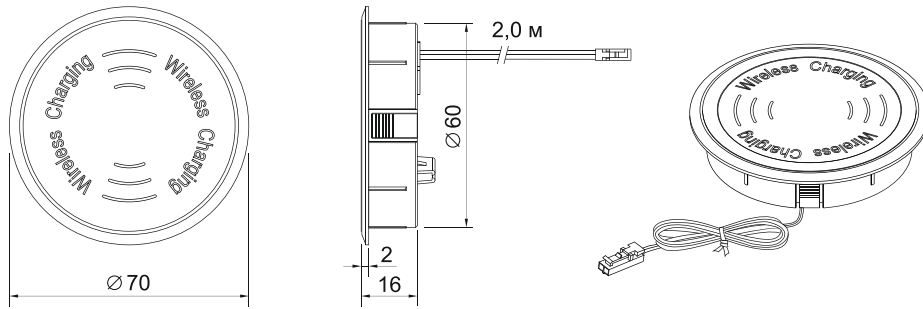

Рис.1
- Размеры и внешний вид **Беспроводная зарядка** приведены на Рис. 1.